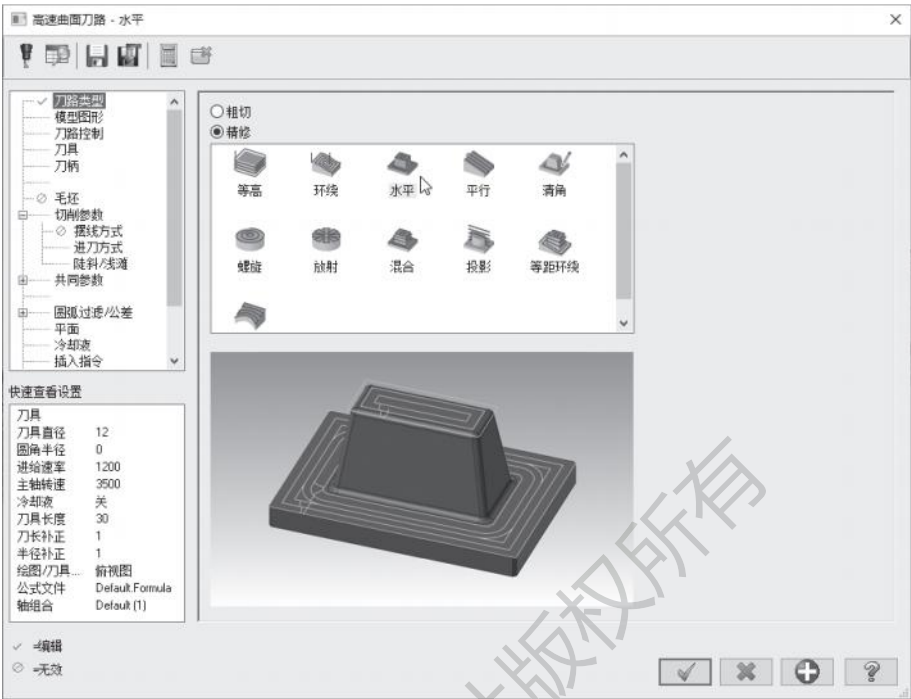

图 7-22 选择水平区域加工方式
1) 复制第 1 步【高速曲面刀路 - 区域粗切】刀路, 在刚生成的第 3 步: 高速曲面刀路 - 区域精切刀路的目录下单击【参数】选项, 单击【精修】选项, 选择【水平】加工方式, 如图 7-22 所示。